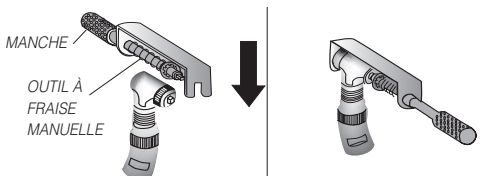

FIG. 5
- Tirez sur la poignée de l'outil à fraise manuelle, pièce StarDental n° 203108, et faites glisser la partie ouverte de l'outil sur le contre angle, comme illustré sur la Fig. 5 ; relâchez la poignée en plaçant l'axe de l'outil dans l'encoche à l'arrière de la tête du contre-angle.